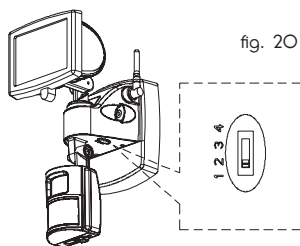

fig. 20
La communication optimale entre le système IR et le récepteur sans fil s'obtient en sélectionnant sur les deux unités le même canal de transmission, (les canaux disponibles sont au nombre de 4). Choisir le canal posant le moins de problème en cas d'interférence (fig. 20).
**Attention:** pour voir les images de la télécaméra il faut être sûrs que le canal programmé sur le récepteur est le même que la caméra vidéo/et le/les transmetteur/s, (fig. 20).